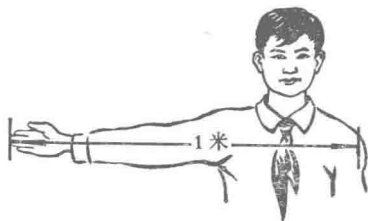

图 1-10
4. 把右手臂侧平举,从中指尖起向左量 1 米长(图 1-10),记下这段长度末端的位置;在手指中找出一个宽度最接近 1 厘米的,记住这个手指。这是